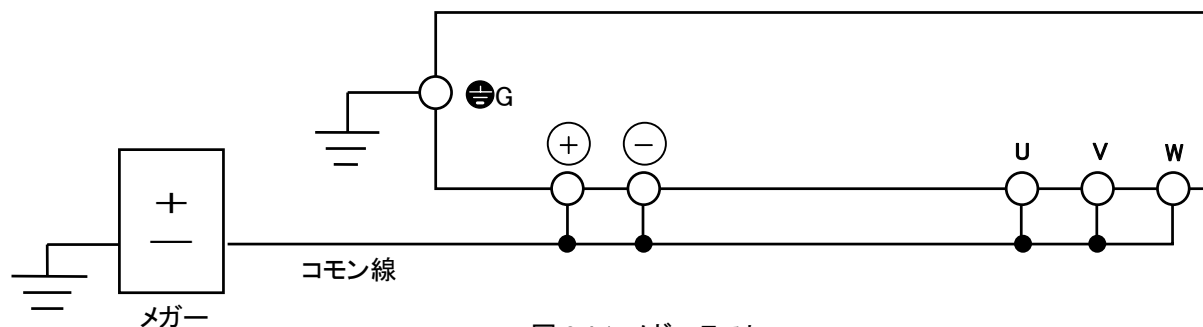

図 8.4.1 メガーテスト
(1) 主回路のメガーテスト
- ①DC250V 系メガーを使用し、必ず主電源を遮断した状態で測定してください。
- ②配線の関係で制御回路へ試験電圧が回り込むときは制御への接続をすべて取り外してください。
- ③主回路端子は、図 8.4.1 のようにコモン線で接続してください。
- ④メガーテストは主回路コモン線と大地(端子 $\ominus$ G)間だけにしてください。
- ⑤メガーが $5\text{M}\Omega$ 以上を表示すれば正常です(インバータ単体で測定した値です)。